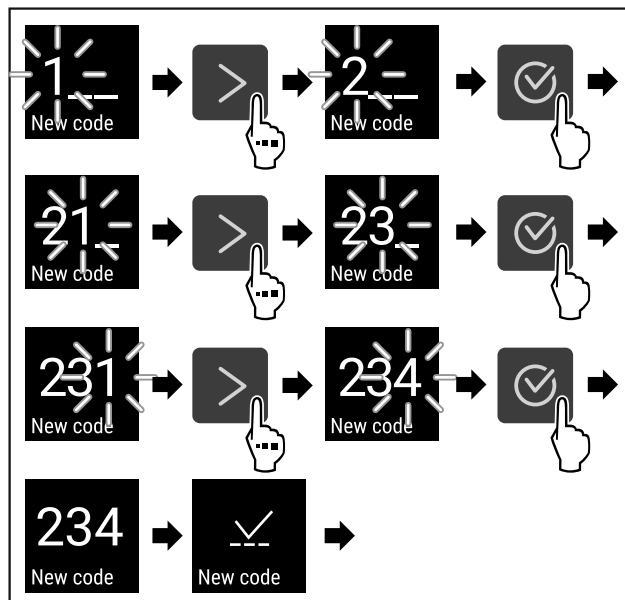

Fig. 73
- ▶ Stappen (zie Fig. 73) uitvoeren.